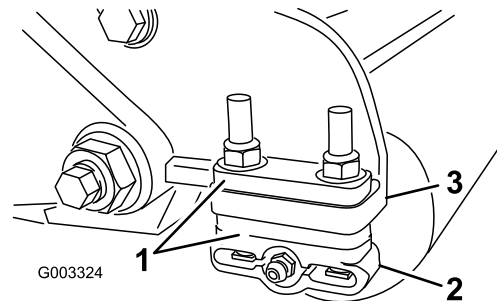

Figura 18
1. Ajuste los soportes del rodillo trasero (Figura 18) al intervalo de alturas de corte deseado colocando la cantidad necesaria de espaciadores debajo de la brida de montaje de la chapa lateral (Figura 18), según lo indicado en la Tabla de alturas de corte.